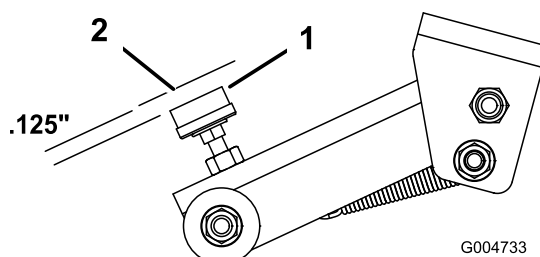

Figura 82
4. La distanza tra il cuscinetto di gomma della vite di regolazione (Figura 82) ed il fermo dell'apparato di taglio deve essere di 3 mm. Se fosse necessario regolare, allentate il dado sulla vite di regolazione, regolate la vite per ottenere la distanza opportuna, e serrate il dado.